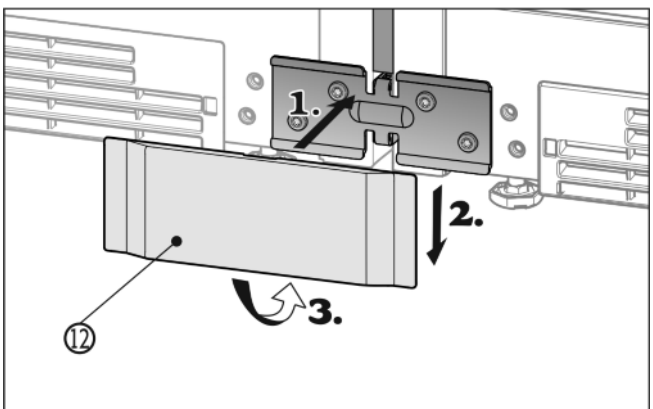

Fig. 16
- ▶ Aseta alempi suojuus Fig. 16 (12) edestä kulmalle (1), työnnä se alas (2) ja lukitse se paikoilleen alas (3).